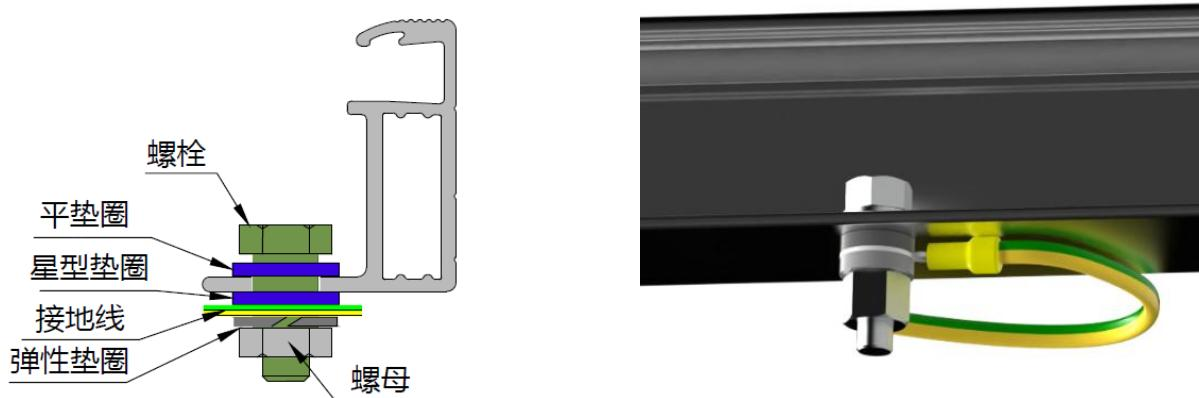

图 11 螺栓接地图
- 组件背面边框的长边靠边缘部有直径为 4mm 的接地孔；根据 IEC 61730-1:2023 标准，边框上的接地孔标有典型的接地符号（ $\frac{1}{4}$ ）。该孔只可用于接地，因此不能用于组件安装。这种方法包括螺栓、平垫圈、起始垫圈、垫圈和螺母，见图 11。安装接地时应拧紧螺栓，组件边框不得额外打孔；